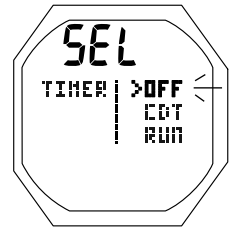

Fig. 118 - SÉLECTION DU MINUTEUR
**SÉLECTION DU MINUTEUR (SEL TIMER) :** paramètres affichés (Fig. 118)